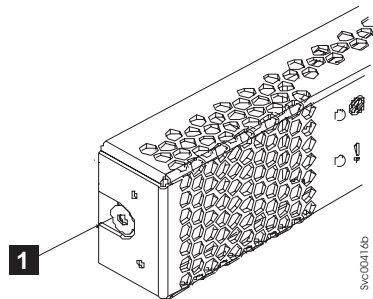

図 76. SAN ボリューム・コントローラー 2145-CF8 サービス・コントローラーの左側の解放ボタン
6. コントローラーの各側面にあるくぼみの中の青色のサービス・コントローラー解放ボタンを見つけます。図 76 を参照してください。